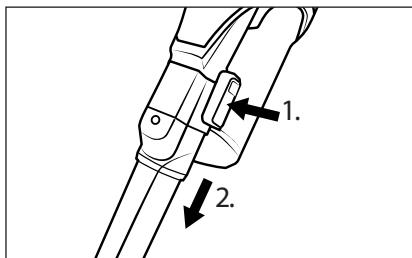

Fig. 15
- ◆ For at fjerne tilbehøret skal du trykke på oplåsningsknappen på tilbehøret og tage tilbehøret af sugerøret **23** eller af produktets sugeåbning (se fig. 15).